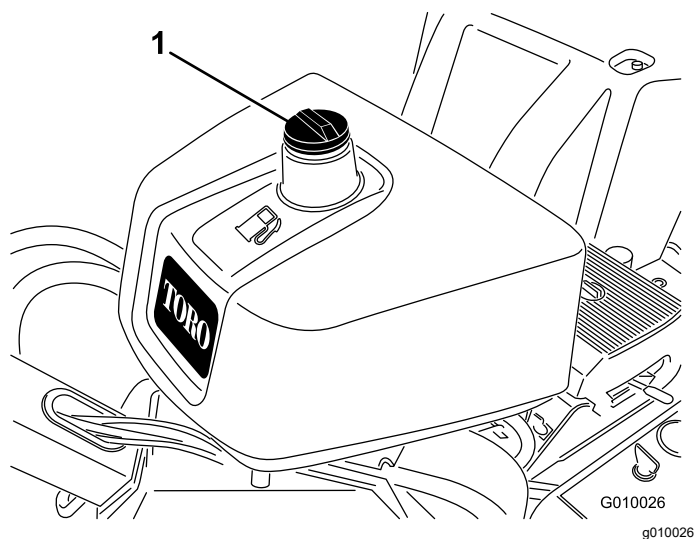

Figura 15
2. Curăai în jurul capacului rezervorului de combustibil i îndepărtai-l (Figura 15).